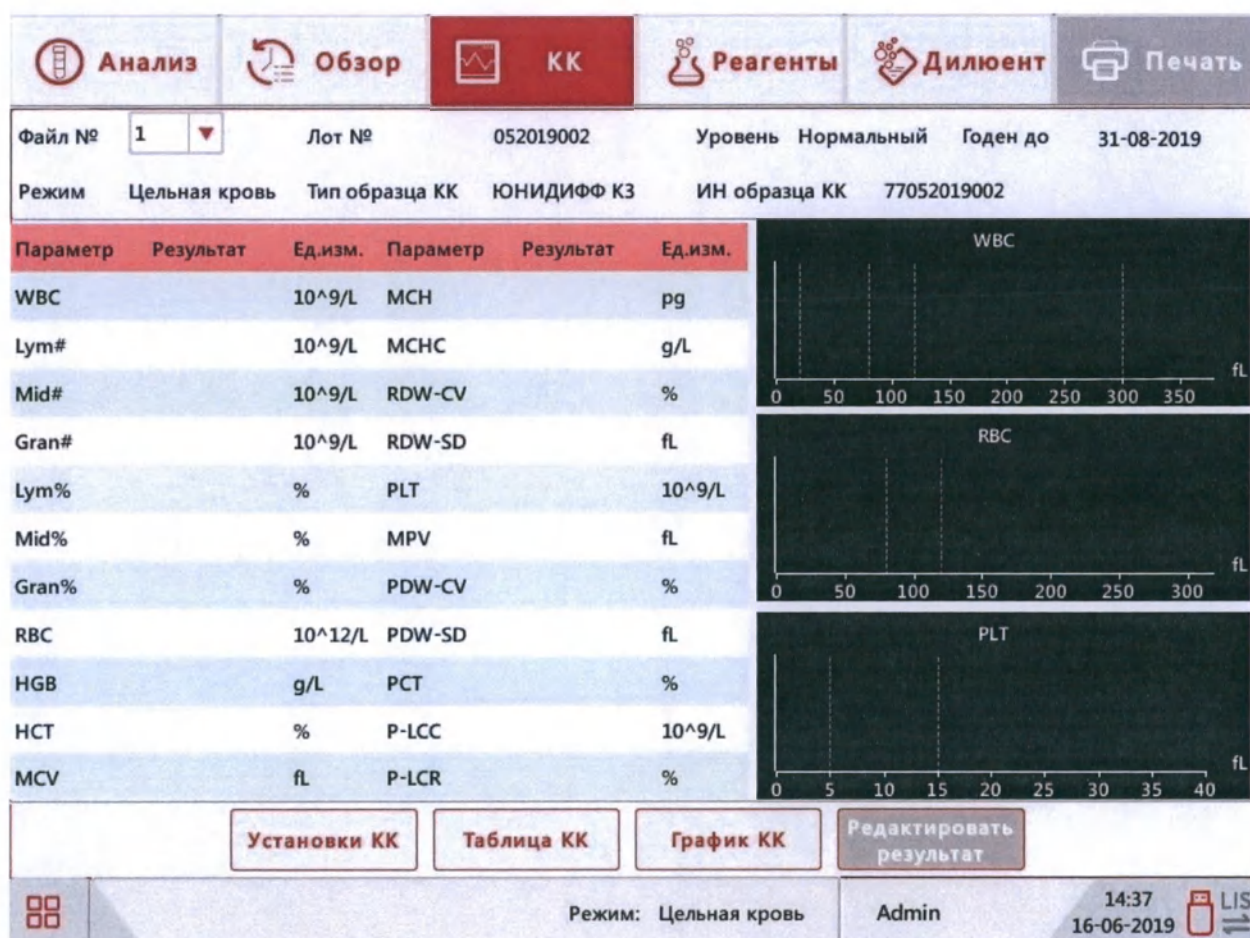

Рис.7.2-4 Экран анализа контрольных образцов
- 1) Войдите в пункт анализа контролей «КК → L-J КК → Анализ КК» в системном меню анализатора (Рис.7.2-4):
5) Когда выполнение анализа КК будет завершено, его результаты отобразятся на текущем экране анализа контрольных образцов (Рис.7.2-4) и автоматически сохранятся в выбранном файле КК.
Войдите в экран анализа контрольных образцов (Рис.7.2-4) и нажмите кнопку «График КК»: